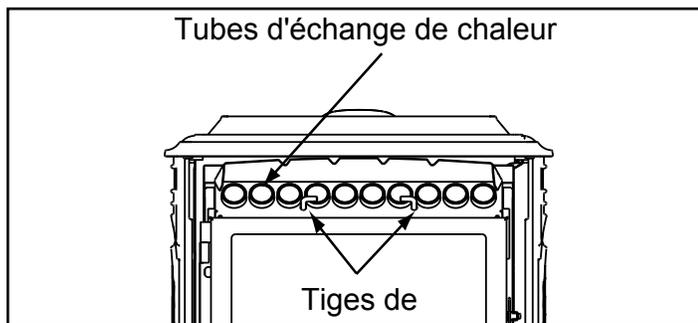

Figure 14.1
- b. Localisez les 2 tiges exposées situées directement sous les tubes des échangeurs de chaleur. **Figure 14.1.**